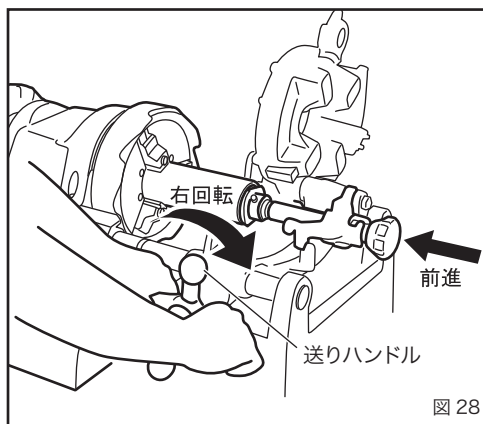

図 28
④スイッチを入れてパイプを回転させてから、送りハンドルでリーマをパイプに押しつけ、パイプが1回転以上したらリーマをパイプからはなしてください。これで面取りは完了です。(図 28)